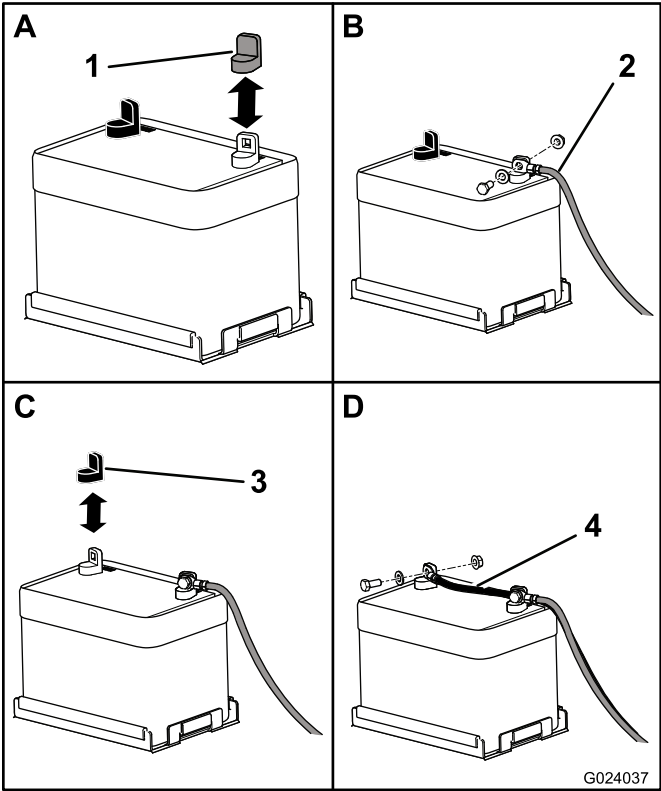

Figura 4
1. Remova a capa plástica vermelha do polo terminal positivo da bateria (Figura 4).